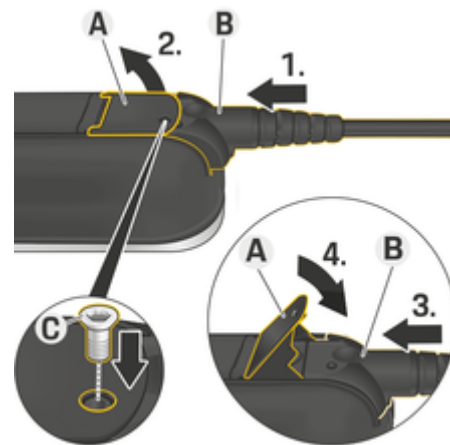

Рис. 126 Закрепление кабеля и фиксация штекера
- ✓ Рычаг **A** (Рис. 126) закрыт.
1. Вставьте штекер **B** (Рис. 126) в панель управления до появления первого сопротивления.
2. Поднимите рычаг **A** (Рис. 126).
3. Вставьте штекер **B** (Рис. 126) до конца.
4. Опустите рычаг **A** (Рис. 126).
5. Закрепите штекер **B** (Рис. 126) винтом **C** (Рис. 126) на панели управления.